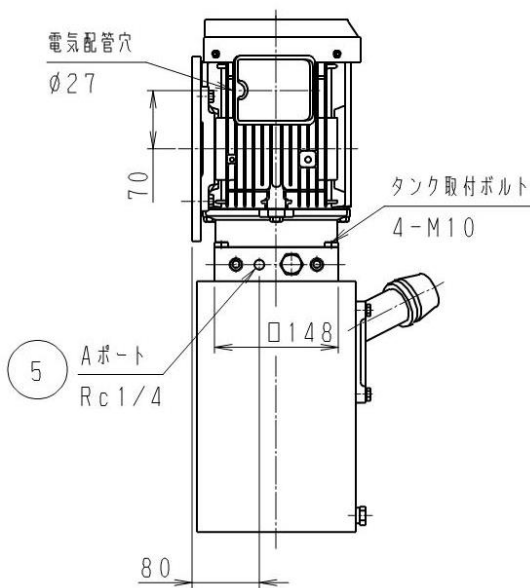

図3 左側面図
- (1) 本機はタンクを下側にして垂直に取付けて下さい。
- (2) モーターは全閉外扇形になっていますが、完全に密閉されていないので屋外に取付けるときは、本機全体をカバーで覆って下さい。
- (3) 設置場所の環境は、通気性が良く、周囲温度10～40℃が理想的です。
- (4) 電源の配線は、電源側の端子を確実にビス止めし、端子箱のフタをして下さい。
- (5) 本機にはRc 1/4の吐出ポート(図3、4参照)が2ヶ所あります。ここへ接続する配管材料はRc 1/4を使用して下さい。他の部分の配管材料もRc 1/4、又は、それ以上のものを使用して下さい。
- (6) 使用する配管材料は、十分にフラッシングしたものを使用して下さい。
- (7) 配管材を接続する時は、漏れ防止のためシールテープ等を使用し、ネジ込みトルクは30N・m程度にして下さい。